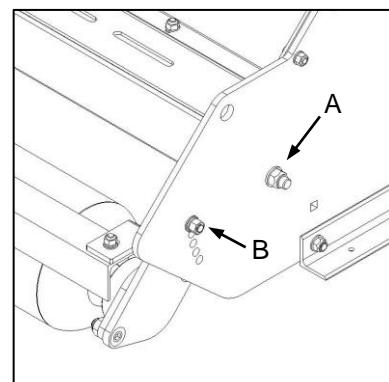

Fig. 8
- ✓ To set working height loosen the roller carrier pivot bolt (Fig. 8-A) while removing the height setting bolt (Fig. 8-B) completely.
- ✓ Om die werkhoogte te stel, maak die rollerdraer se spilbout (Fig. 8-A) los en verwijder die hoogte-instellingsbout (Fig. 8-B) heeltemal.